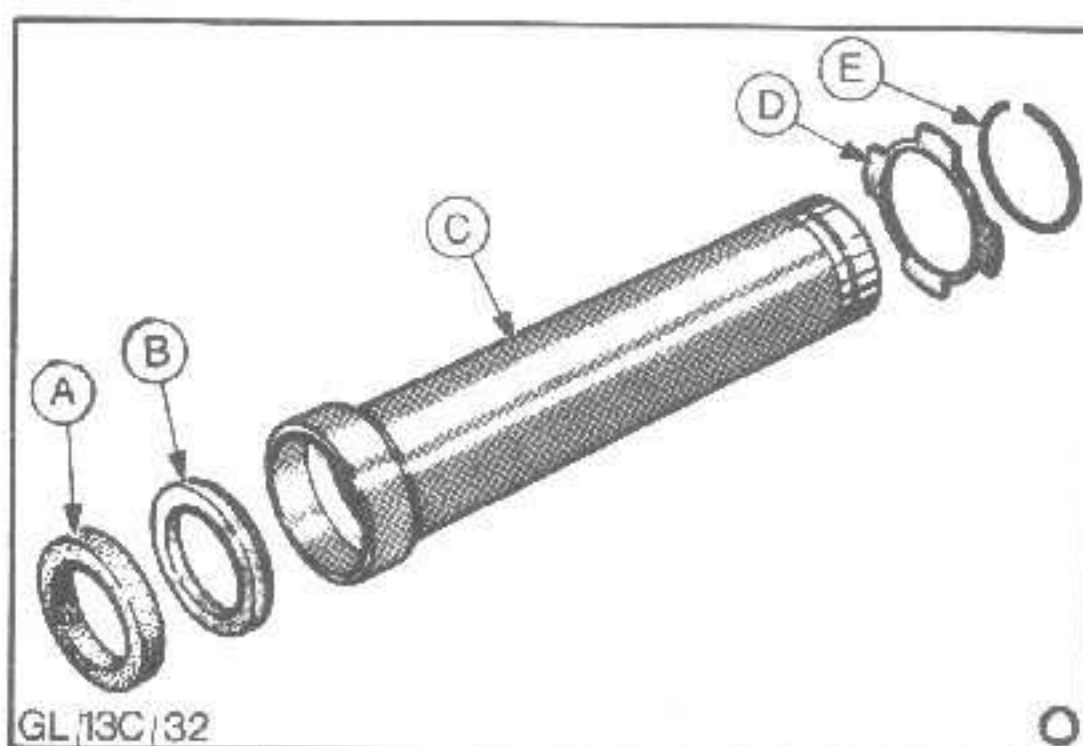

Abb.30 Distanzrohr montieren
20. Zahnstange an der Verzahnung in einen Schraubstock mit Schutzbacken spannen. Scheibe auf das Distanzrohr schieben und Sicherungsring montieren. Distanzrohr mit dem kleineren Durchmesser zur Verzahnung zeigend auf die Zahnstange schieben, Abb.30.